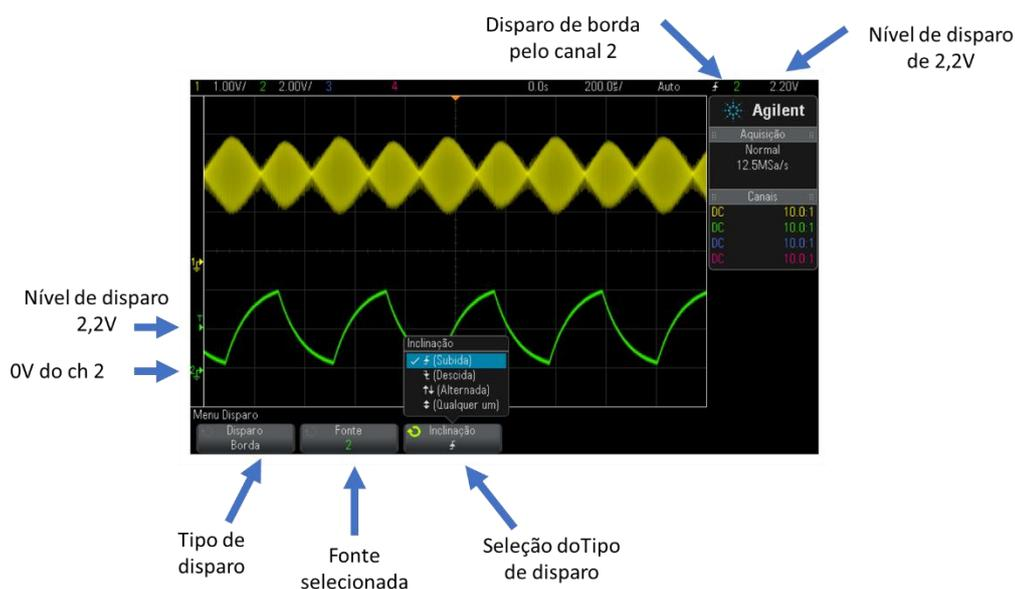

Figura 14 – Exemplo de ajuste de Trigger.
2. Selecionar a fonte do sinal (Figura 14). As opções são: ch1, ch2 ou EXT (externo);
3. Selecionar o tipo de disparo (Figura 14). Em geral utilizar "disparo de borda";